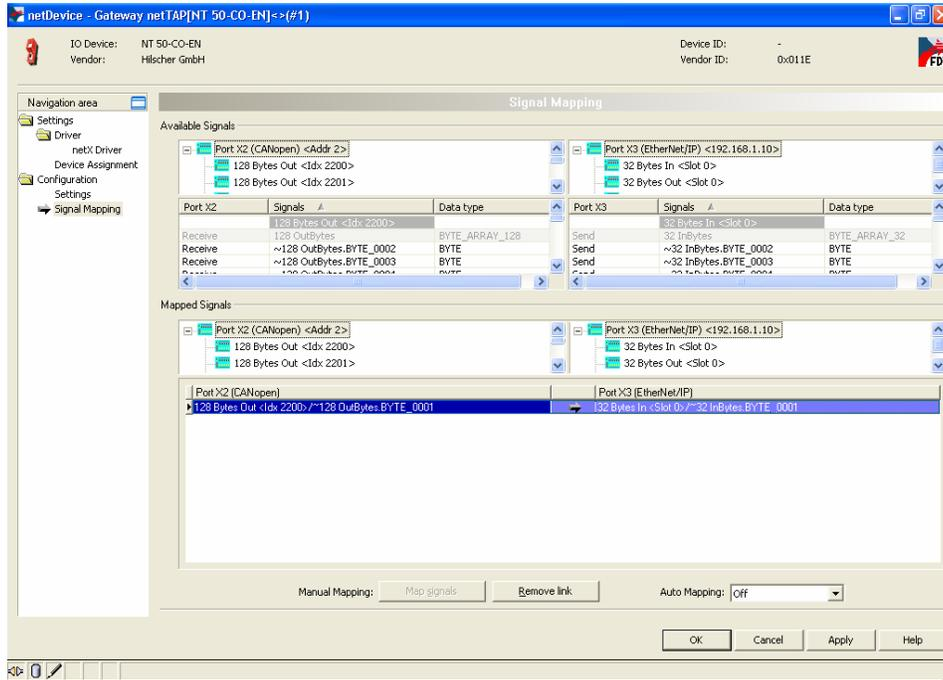

图 26
10) 数据映射的一般规则是总是把 Receive 的数据映射至 Send 的数据, Receive 的方向是网关上某一个接口接收数据, Send 的方向是网关上另一个接口发送数据。因此先选中 Port X2 中的“128 OutBytes.BYTE\_0000”, 再选中 Port X3 中的“~32 InBytes.BYTE\_0000”, 单击 Map signals 按钮, 完成一次数据映射, 如图 26 所示。